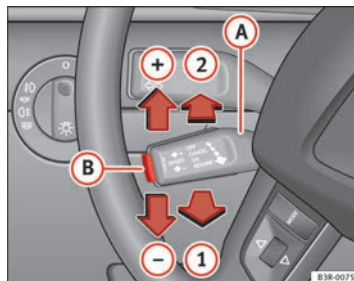

Fig. 154 Mandos del regulador de velocidad
- Tire de la palanca **(A)** hacia la posición $\Rightarrow$ fig. 154 **(1)** para activar el sistema.
- Desplace la palanca **A** hacia arriba, en dirección a **fig. 154** **+**.
- Desplace la palanca **A** hacia abajo, en dirección a **fig. 154** **-**.
- Cada vez que pulse brevemente la palanca **A** hacia arriba, en dirección a **fig. 154** **+**, la velocidad programada aumentará en unos 2 km/h.
- Cada vez que pulse brevemente la palanca **A** hacia abajo, en dirección **fig. 154** **-**, la velocidad programada disminuirá en unos 2 km/h.
⇒ fig. 154 **(B)** (SET).
- Desplace la palanca **(A)** ⇒ fig. 154 a la posición **(2)** (encastrada).